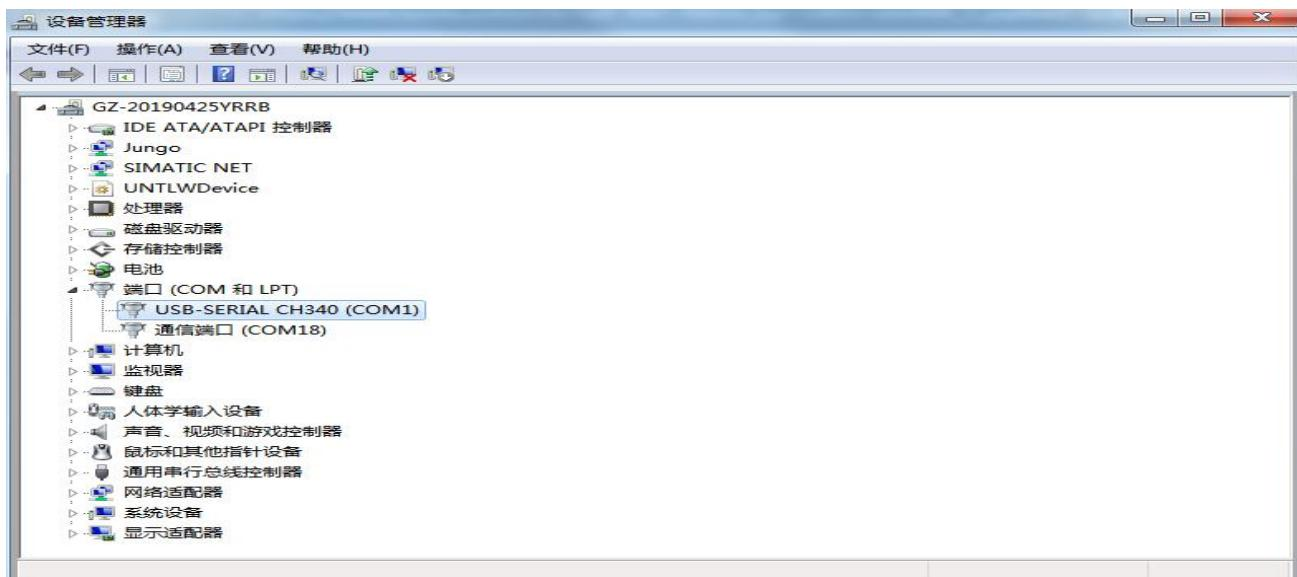

图 6.2.1 USB 转串口线连接
1) 将 USB 转串口线 ( 推荐 RS232 ) 连接电脑，并安装好相应的驱动，确保 Windows 已经识别到串口，并在设备管理器中能够找到串口号，如图 6.2.1 中 COM1 :